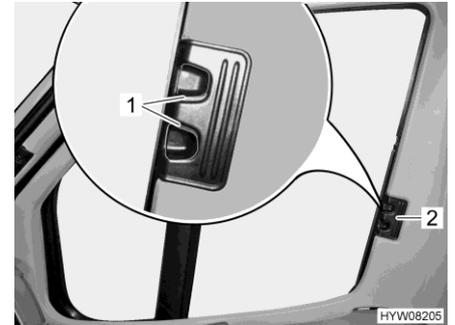

Bild 42 Faltverdunklung für Fahrer-/ Beifahrerfenster
- Die Faltverdunklungen für Fahrer- und Beifahrerfenster am Griff (Bild 42,2) bis zum Anschlag einschieben.
- Die Entriegelungsgriffe (Bild 42,1) einrasten lassen.